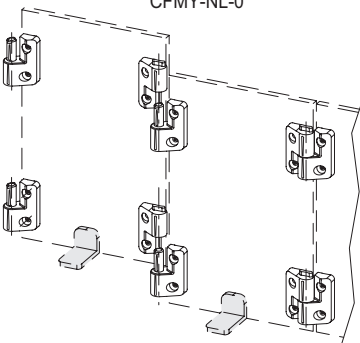

Fig.2
- Ángulo de unión 90 grados: apropiado para montar/desmontar una puerta colocada en una estructura (fig. 2).